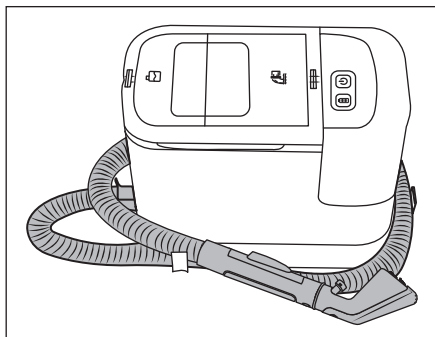

Fig. 4
- ◆ Tag slangeholderen **15** ud af produktet. Læg sprøjte-/sugeslangen **19** om produktet, og brug slangeholderne **15/16** hertil (se fig. 4).